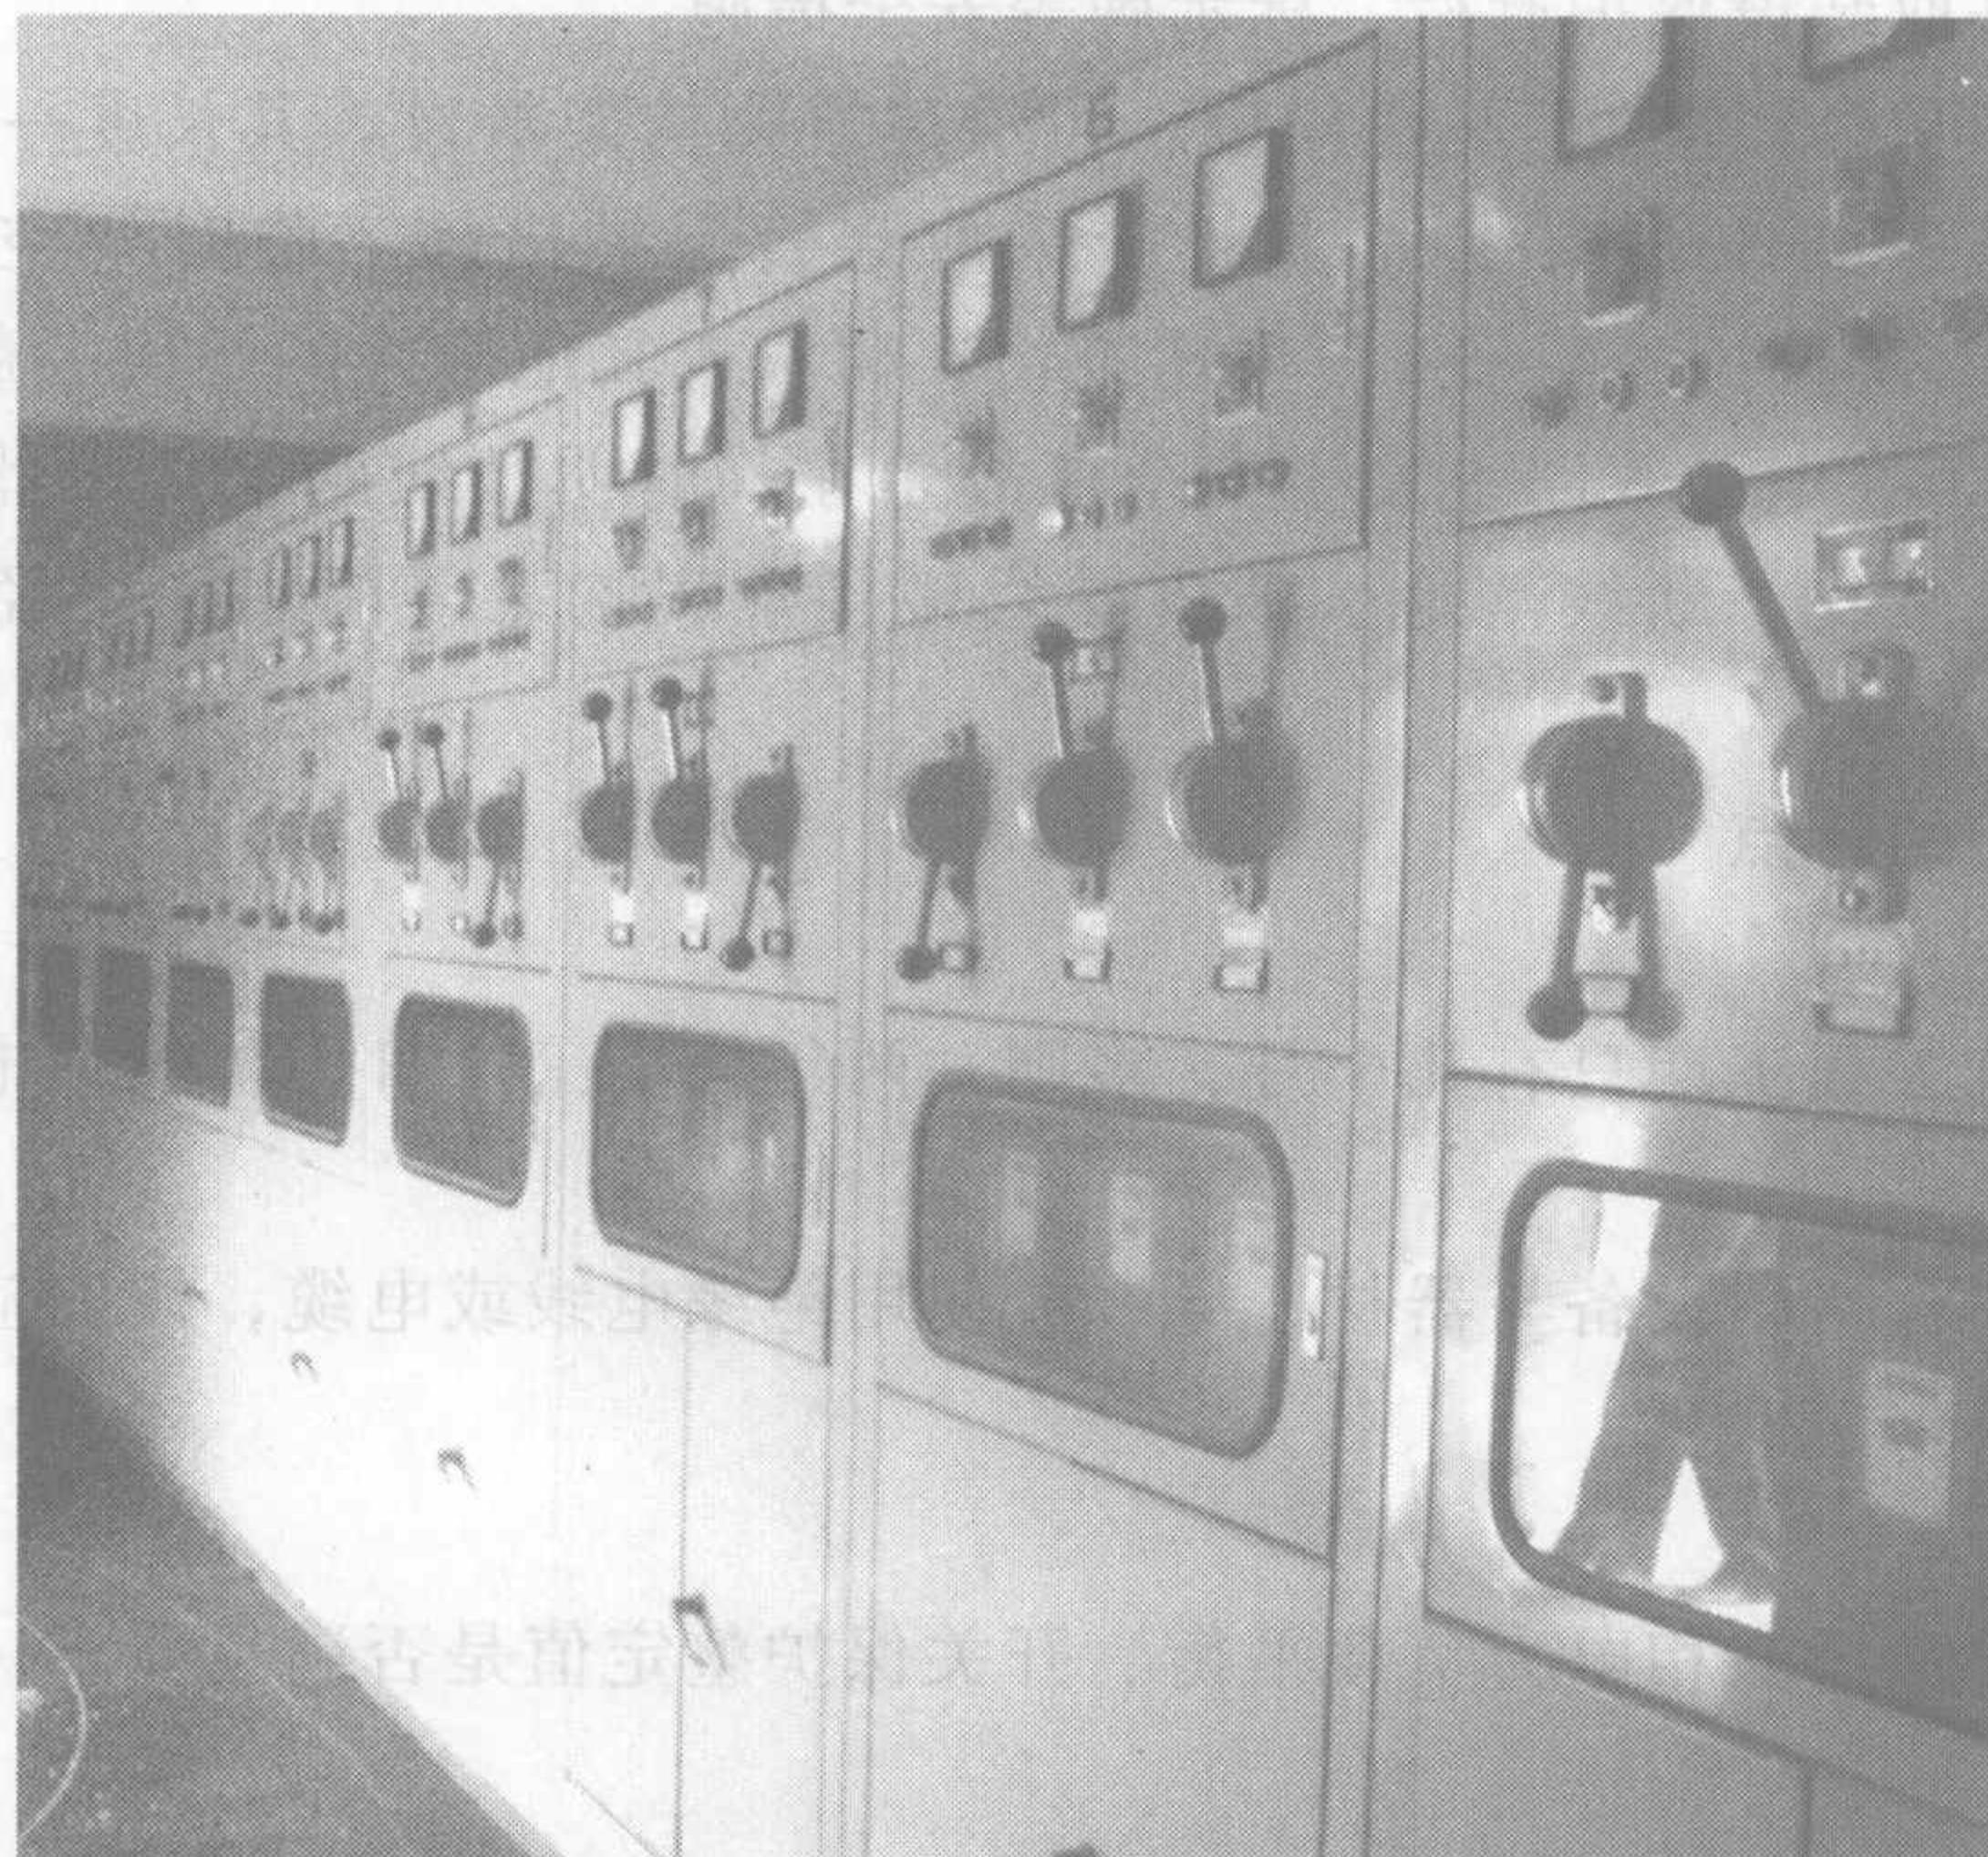

图 1-2 低压配电柜布局图
(1) 选择低压配电装置时，除应满足所在网络的标称电压、频率及所在回路的计算电流外，尚应满足短路条件下的动、热稳定。对于要求断开短路电流的通、断保护电器，应能满足短路条件下的通断能力。
(2) 配电装置的布置，应考虑设备的操作、搬运、检修和试验的方便。屋内配电装置裸露且带电部分的上方不应有明敷的照明或动力线路跨越（顶部具有符合 IP4X 防护等级外壳的配电装置可除外）。
(3) 成排布置的配电柜布局图如图 1-2 所示，长度超过 6m 时，屏后面的通道应有两个通向本室或其他房间的出口，分布在通道的两端。当两出口之间的距离超过 15m 时，其间还要增加出口。其屏前屏后的通道宽度，不能小于表 1-1 中给出的数值。